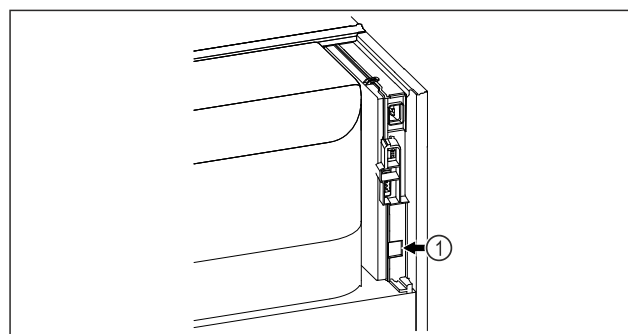

Fig. 100
- Le SmartModule Fig. 100 (1) est installé.